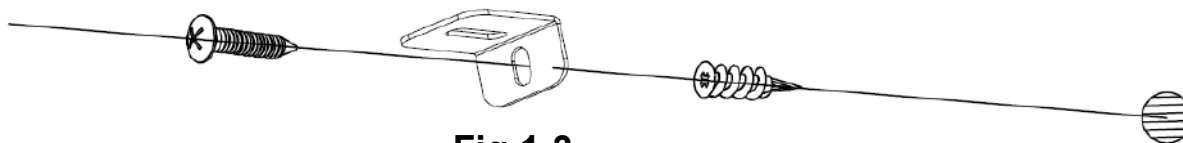

Fig 1-3
C. Montare il fissaggio di plastica (C) nella parete asciutta, poi montare la vite più lunga (B) (compresa nel set) tramite un foro nel supporto a "L" nel fissaggio per montare il focolare alla parete. **(Fig 1-3)**